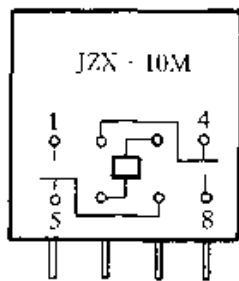

图 2-146
① 额定工作电压是指继电器正常工作时线圈需要的电压，直流继电器是指直流电压，交流继电器则是指交流电压。同一种型号的继电器往往有多种额定工作电压以供选择，并在型号后面加规格号来区别。
② 额定工作电流是指继电器正常工作时线圈需要的电流值,直流继电器是指直流电流值,交流继电器则是指交流电流值。选用继电器时必须保证其额定工作电压和额定工作电流符合要求。
③ 线圈电阻是指继电器线圈的直流电阻。有些继电器的说明书中只给出额定工作电压或额定工作电流,可以根据欧姆定律进行计算。
④ 接点负荷是指继电器接点的负载能力,也称为接点容量。例如,JZX-10M型继电器的接点负荷为:直流 $28V \times 2A$ 或交流 $115V \times 1A$ 。使用中通过继电器接点的电压、电流均不应超过规定值,否则会烧坏接点,造成继电器损坏。一个继电器的多组接点的负荷一般都是一样的。密封继电器通常将型号和引出端示意图标示在继电器上,如图2-146所示。继电器各参数可通过查看说明书或手册得知。
(2) 电磁式继电器